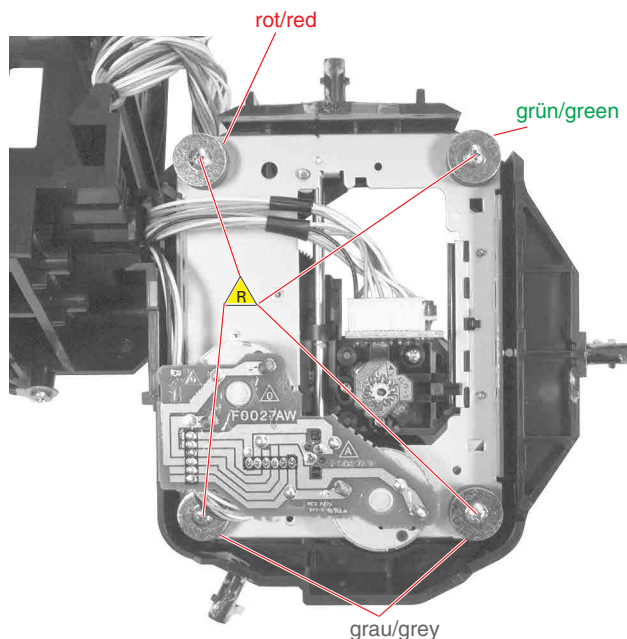

Fig. 13
- 4 Schrauben $\triangle_R$ (Fig. 13) herausschrauben.
- Achtung! Beachten Sie die unterschiedlichen Farben der Dämpfer (Fig. 13).
- Undo 4 screws $\triangle_R$ (Fig. 13).
- Attention! Observe the different colours of the dampers (Fig. 13).